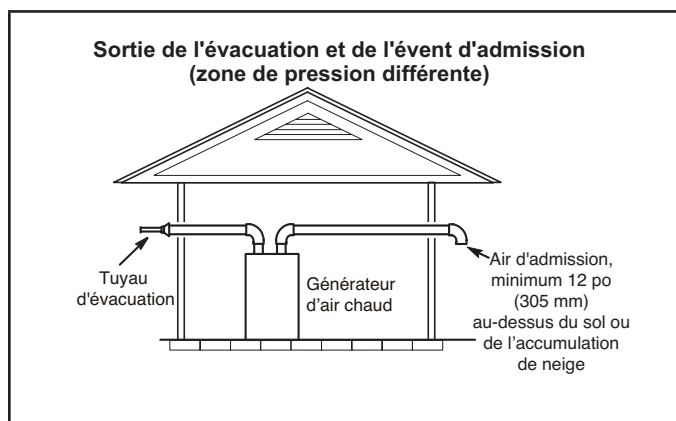
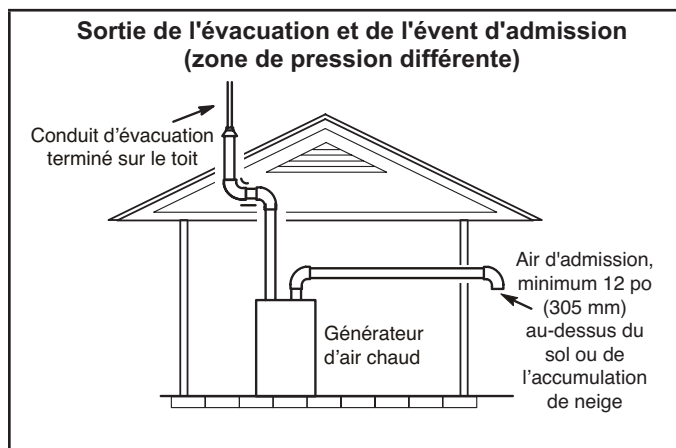

Figure 34
Figure 35
- 1 - Il n'est pas nécessaire que les terminaisons d'évacuation se trouvent dans la même zone de pression. L'admission peut sortir d'un côté de la structure et l'évacuation d'un autre côté (Figure 34). L'évacuation peut sortir par le toit et l'admission par le côté de la structure (Figure 35).